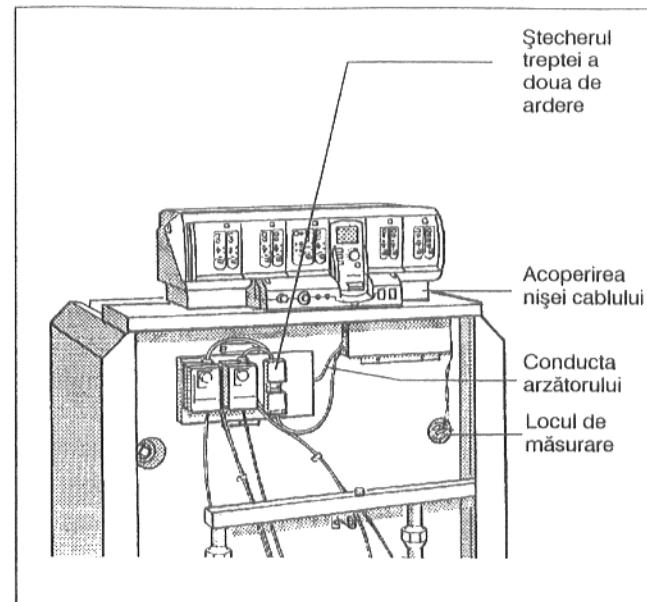

Fig. 15: Partea frontală a cazanului
- Se deșurubează acoperirea nișei de cablu (Fig. 15).
- Conductele capilare ale senzorului de măsurare a temperaturii și, la reglarea "Ecomatic" conducta senzorului de măsurare a temperaturii apei caza-nului, se vor conduce pe sub capota frontală a cazanului spre locul de măsurare din față. Se va derula numai atât cât este necesar (Fig. 15).
- Conducta arzătorului se va conduce prin nișă cablului și pe sub capota din față a cazanului în spate spre partea de racordare a aparatului de reglare. (Fig. 15).
- La arzătoarele cu două trepte se îndepărtează ștecherul cu punte și se introduce în locul lui ștecherul conductei arzătorului treapta a doua de ardere (Fig. 15).